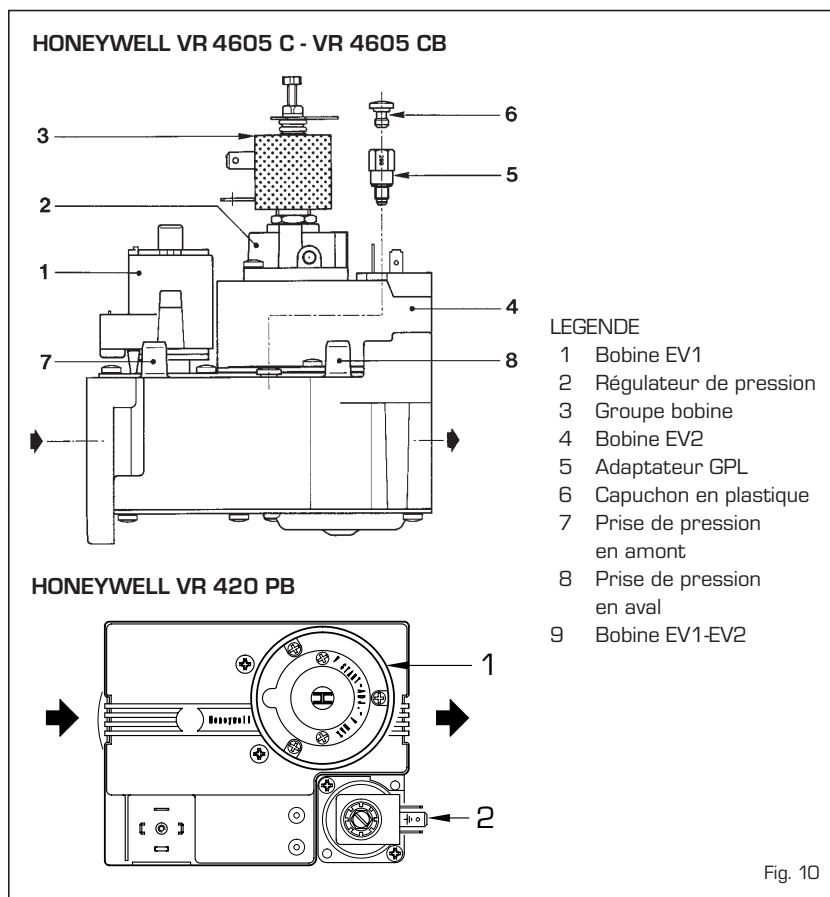
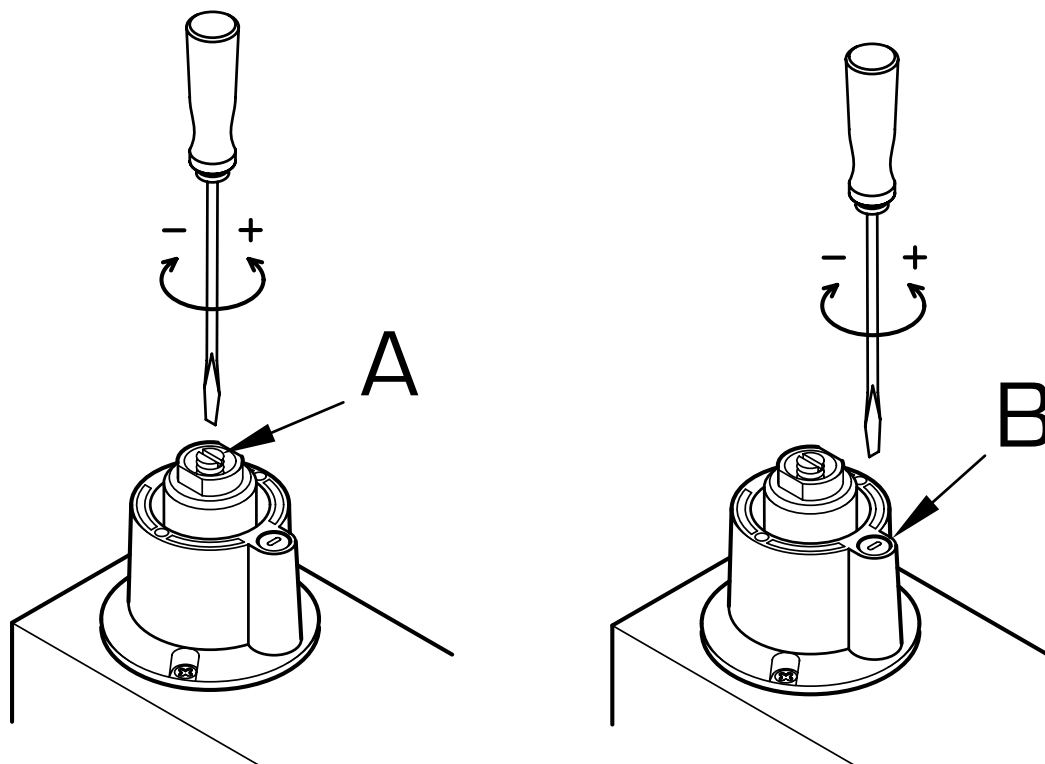

Fig. 10
Fig. 11/b
La puissance maximum de la chaudière est susceptible d'être réglée au sein de la plage de puissance nominale indiquée au point 1.3. Les chaudières sont réglées en usine à leur puissance maximum. Si on souhaite adapter la puissance aux besoins thermiques de l'installation, il faut établir la pression de travail en se servant du graphique de la fig. 10/a et des instructions figurant au point 4.2. Ces réglages ne sont autorisés que pour le gaz méthane.
4.2 SOUPE GAZ (fig. 10)
La chaudière "RMG Mk.II" est produite de série avec des soupapes à gaz HONEYWELL VR 4605 C (vers. "65 - 75", VR 4605 CB (vers. "85 - 95" et VR 420 PB, vers. "105"). Au moment du premier allumage de la chaudière, il est toujours conseillé de procéder à la purge de la canalisation, en agissant sur la prise de pression située en amont de la soupape du gaz (7 fig. 10 - 9 fig. 2). Le réglage des pressions de travail de la soupape du gaz est réalisé par SIME sur la ligne de production elle-même; on déconseille en consé-
- Pour les soupapes à gaz "VR 4605", desserrer le contre-écrou [1 fig. 11] et tourner le raccord [3 fig. 11] pour procéder à la régulation de la pression maximum : pour les soupapes à gaz "VR 420 PB", agir sur l'écrou [1 fig. 11/a] jusqu'à l'obtention de la pression souhaitée sur la base du Tableau 1 ou du graphique de la fig. 10/a. Pour procéder aux régulations au GPL, visser à fond le raccord [3 fig. 11] ou l'écrou [1 fig. 11/a]. Resserrer ensuite le contre-écrou [1 fig. 11].
Si la pression maximum s'est réduite, visser de quelques tours la vis de régulation de pression minimum [4 fig. 11 - 2 fig. 11/a], afin d'éviter de provoquer
- Tourner la vis [4 fig. 11 - 2 fig. 11/a], en recherchant la valeur de pression minimum indiquée uniquement dans le Tableau 1 selon le type de gaz en question.
4.2.3 Réglage de la pression du step (A figure 11/b)
4.2.4 Réglage de la vitesse d'ouverture (B figure 11/b)
l'adaptateur code 6248301 sur la vanne gaz (5 fig. 10). Pour régler la puissance du chauffage, se conformer aux instructions du point 4.2 et 4.3.